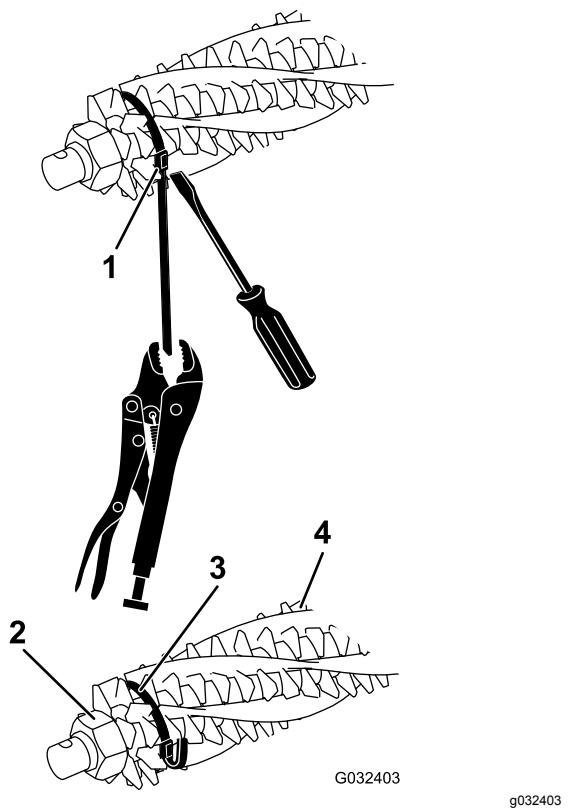
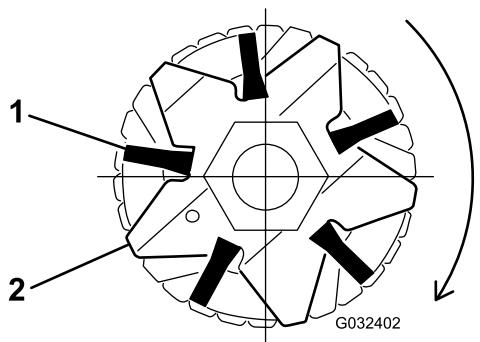

Рисунок 15
Рисунок 17
- Ослабьте крепежные гайки ножей механической щетки на каждом конце вала механической щетки (Рисунок 15).
4. Убедитесь, что щетина точно установлена в пазы ножей механической щетки (Рисунок 15 и Рисунок 17).
5. Оберните крепежные ленты, не натягивая их, как показано на Рисунок 15, вокруг вала барабана механической щетки и щетины, вставляя ленты в канавки щетины Рисунок 17.
Примечание: Если щетина метлы установлена в пазах ножей неправильно, ослабьте крепежные гайки ножей с каждой стороны вала механической щетки, расположите щетину надлежащим образом в пазах ножей и затяните крепежные гайки ножей механической щетки (Рисунок 15).
7. Прижимая отверткой пряжку крепежной ленты, зажмите каждую ленту плоскогубцами с зажимом и плотно затяните ленты до их фиксации в канавках щеток (Рисунок 15).